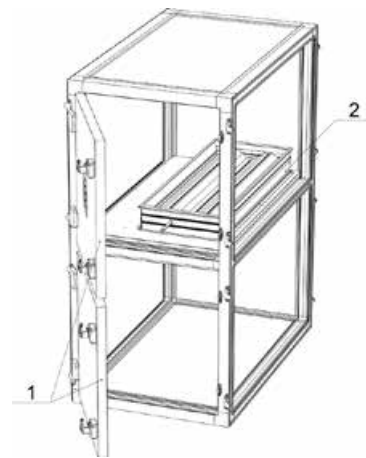

Abbildung 4.7.4.
4. Zweistufiges Mischteil mit nur einer Mittelklappe innen (übereinander (Abbildung 4.7.4) oder nebeneinander).